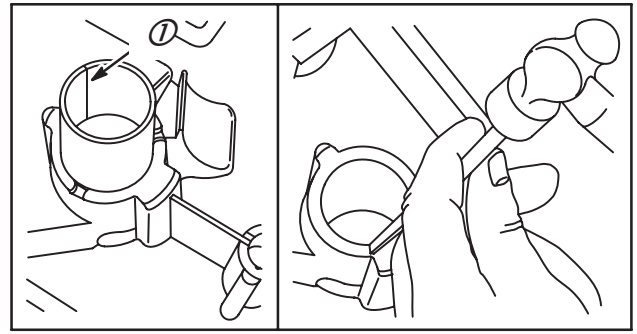

Fig. 13
1. Placer la bague DU sur le cylindre ou le flasque. Le trou d'huile de la bague doit être aligné avec le trou dans le cylindre ou le carter. Si le flasque ne possède pas de trou d'huile, placer la fente (si présente) de la bague (1) comme indiqué Fig. 13.